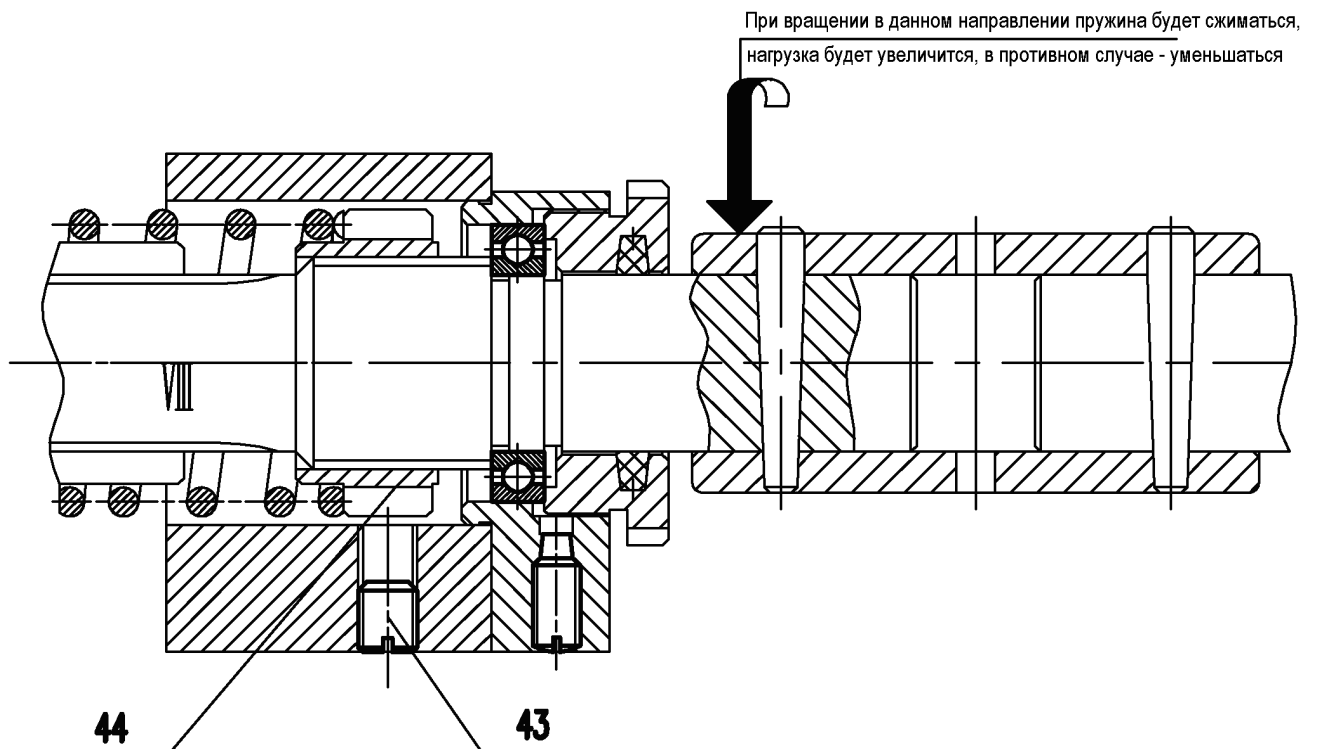

Рис. 18: Схема устройства защиты от перегрузок коробки подач
Муфта защиты от перегрузок расположена в коробке подач (рис. 18). Давление в муфте устанавливается при помощи пружины, которую можно регулировать по своему усмотрению. Этапы настройки: поверните рычаг 10 (рис. 4), установите ходовой вал в положение холостой подачи, удалите болт 43 (рис. 18); поместите стержень размером $\varnothing 8 \times 100$ в отверстие, поверните ходовой вал таким образом, чтобы можно было просунуть один конец стержня в зазор гайки 44. Продолжайте
8.2 Предохранительная муфта от перегрузки в фартуке (рисунок 18).